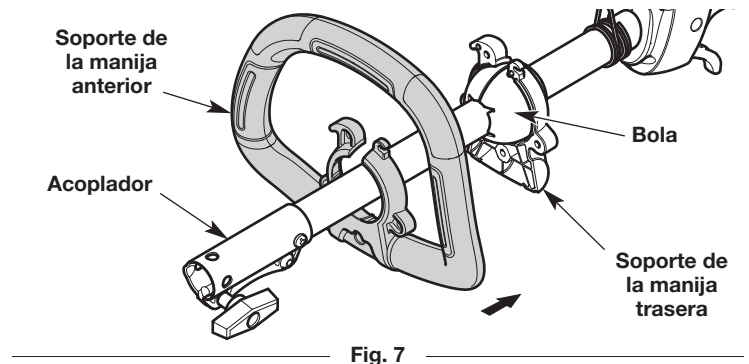

Fig. 7
3. Deslice el soporte de la manija trasera hacia la parte posterior de la bola y fíjelo (Fig. 7).
4. Maniobre cuidadosamente el soporte de la manija delantera hacia el acoplador y deslícelo hacia la parte anterior de la bola (Fig. 7). Junte los soportes de la manija delantera y trasera.